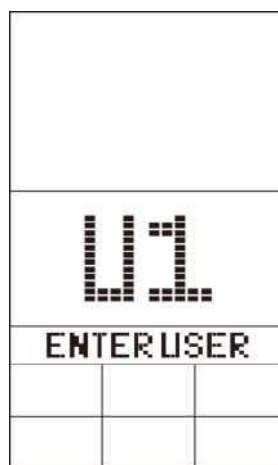

Figure 3
2. Tournez la roue pour sélectionner un profil utilisateur entre U1 et U4 et appuyez sur ENTER pour valider (FIGURES 3 et 4).